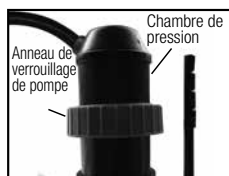

Figure 3
4) Desserrez l'anneau de verrouillage de la pompe et retirez tout l'assemblage de pompe du réservoir (figure 3).